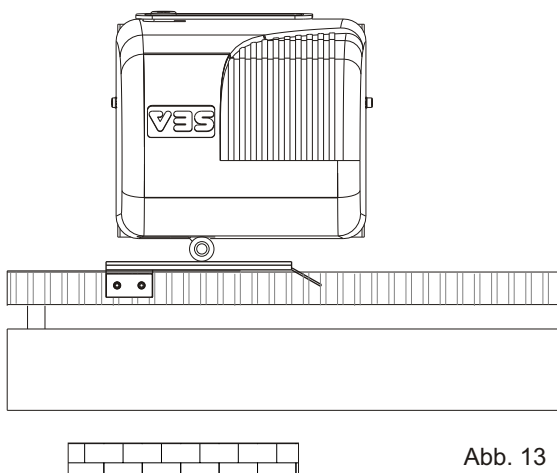

Abb. 13
- Das Plättchen auf der Zahnstange so positionieren, dass der Endscharter (bei mechanischen Endschartern Metallplättchen (Abb. 13); Anzeigepfeil bei induktivem Endscharter (Abb. 14) auf der oberen Seite) dem Punkt X entspricht, der sich 50 mm von der geknickten Seite des Plättchens befindet (Abb. 15) und mit den mitgelieferten Schrauben befestigen (Abb. 16).